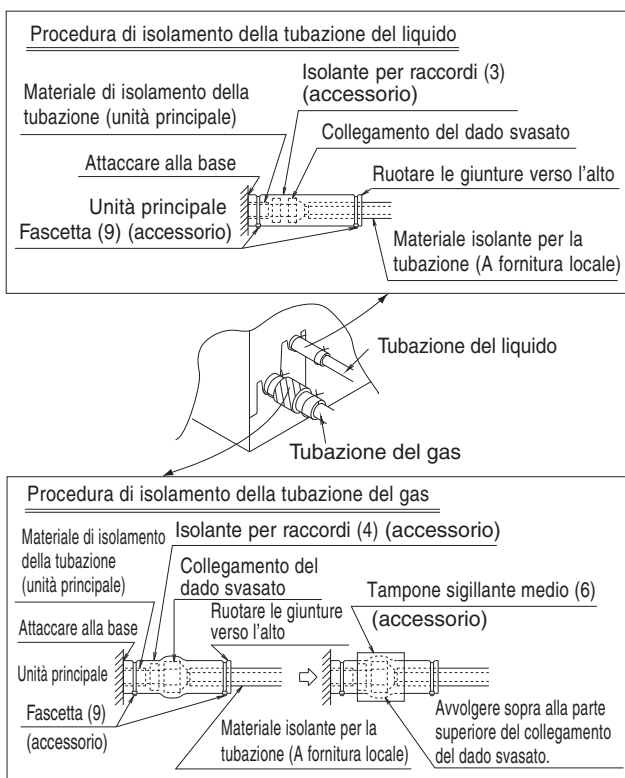

Fig. 8
- (2) Dopo il termine del lavoro, verificare che non si verifichino perdite di gas.
- (3) Dopo aver controllato la presenza di perdite di gas, isolare le connessioni della tubazione, facendo riferimento alla Fig. 8.
- Eseguire l'isolamento utilizzando l'isolante per il montaggio (3) (4) in dotazione con i tubi del liquido e del gas. Inoltre, verificare che l'isolante per il montaggio (3) (4) sui tubi del liquido e del gas abbia le giunture rivolte verso l'alto. (Serrare entrambi i bordi con la fascetta (9).)
- Per la tubazione del gas, avvolgere sopra all'isolante per il montaggio (4) (parte con il dado svasato) il tampone di dimensioni medie (6).